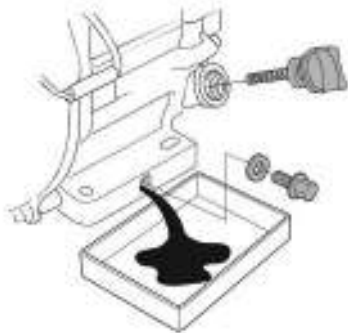

Рис. 37 Замена масла в двигателе
(1) Техническое обслуживание должно осуществляться более часто, при работе в пыльных условиях.
(2) Данный вид работ необходимо выполнять в авторизованном сервисном центре.
- Открутите пробку для слива масла и слейте отработанное масло в подготовленную для этого емкость (Рис. 37).